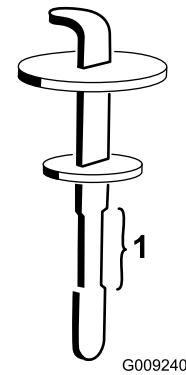

Figura 88
5. Retire la varilla del cuello de llenado y límpiela con un paño limpio. Inserte la varilla en el cuello de llenado; luego retírela y compruebe el nivel del aceite (Figura 88).